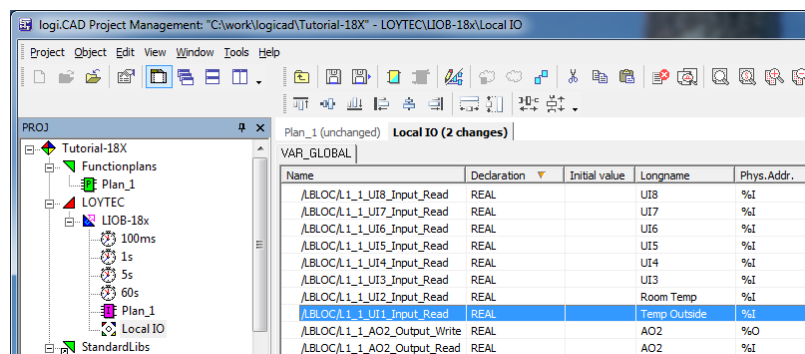

Abbildung 61: Für PLC sichtbar gemachte Datenpunkte erscheinen in LogiCAD
- Die Datenpunkte erscheinen jetzt als Variablen im LogiCAD in einem Ordner unter dem Geräteordner. Der Ordner ist spezifisch nach der Technologie der Datenpunkte benannt, z.B. „Local IO“ für alle lokalen I/Os, die als PLC-Variable sichtbar gemacht wurden. Ein Beispiel ist in Abbildung 61 gezeigt.